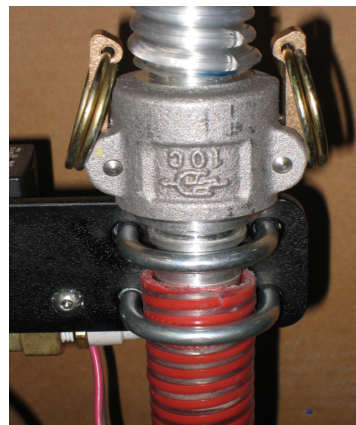

FIGURA 1
1. Montare il tubo rosso e il raccordo mostrato in Figura 1, fissare questi elementi alla barra di controllo.
Fissare il tubo flessibile di materiale rosso sotto il morsetto a U in dotazione, come mostrato nella Figura 1. Per una corretta messa a terra è importante che il morsetto a U superiore sia fissato al raccordo metallico come indicato nella figura. Il solenoide deve essere fissato sulla barra del controller.